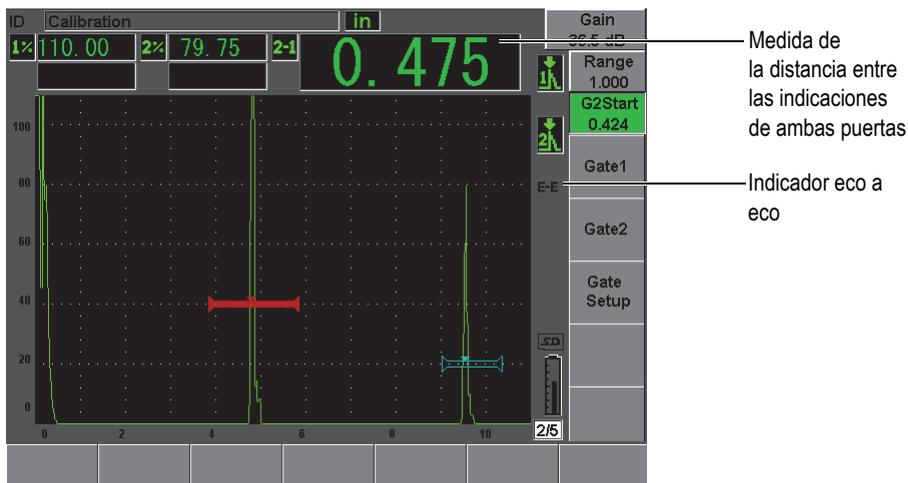

Figura 8-6 Ejemplo de una medición eco a eco
2. Tal como lo muestra el ejemplo de la Figura 8-6 en la página 141, coloque la puerta 1 sobre el primer eco y la puerta 2, sobre el segundo.